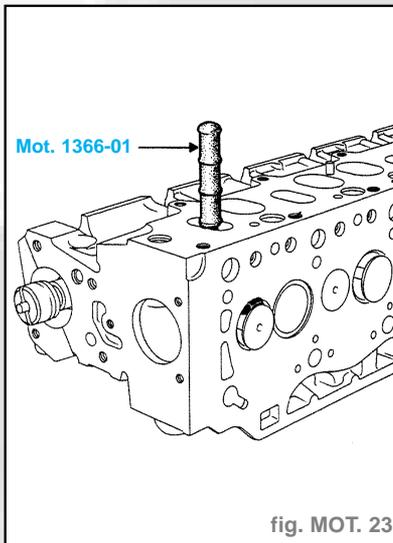

fig. MOT. 23
- Introduire le **Mot. 1366-01** dans le conduit concerné (fig. MOT. 23).